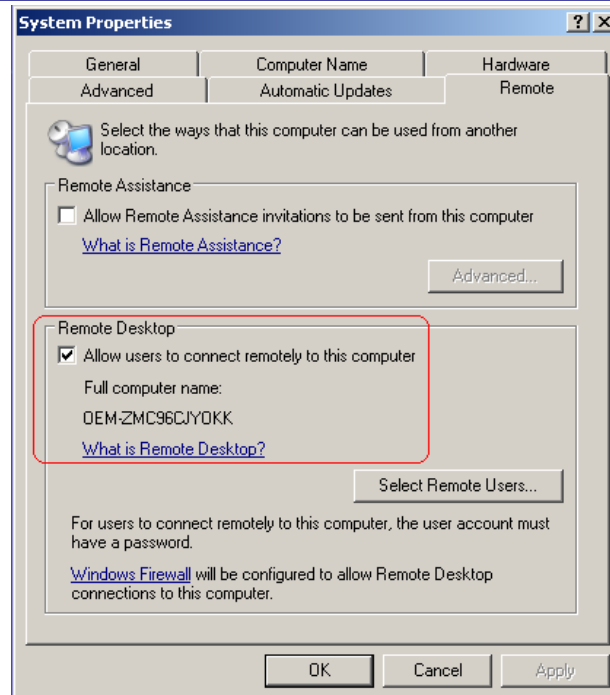
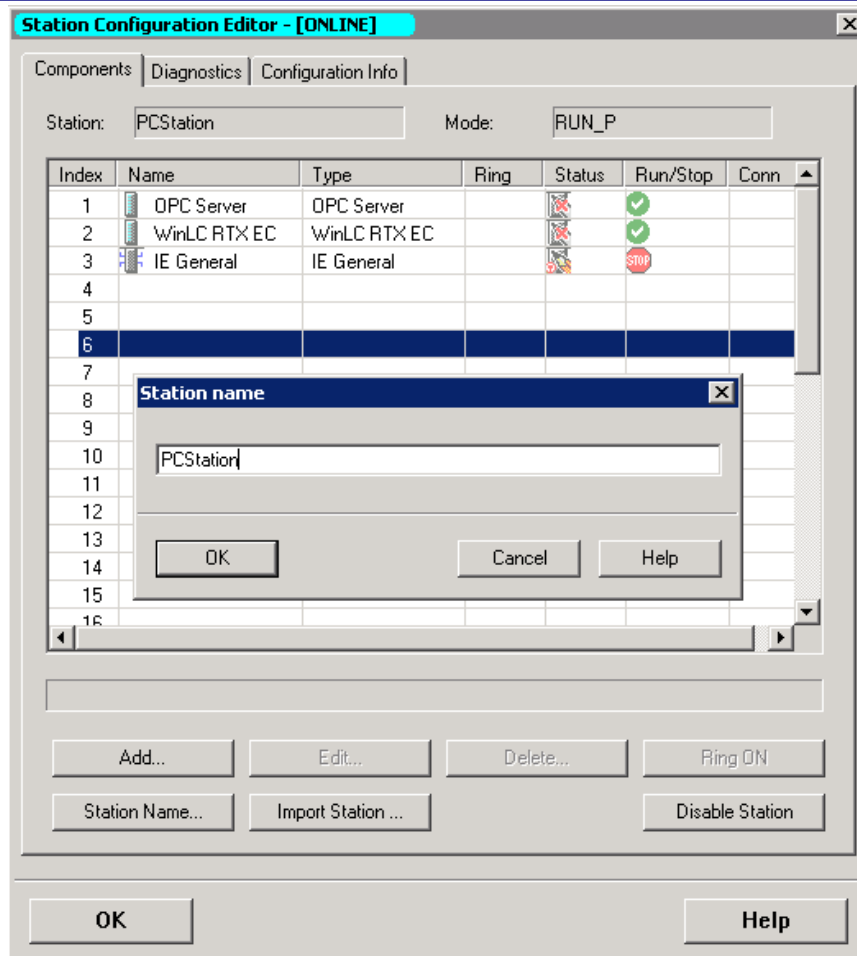

图19 EC31-RTX默认设置为允许用户远程连接到此计算机
图22 查看或更改组态PC站名称
在图19所示界面中点击“Station Name...”按钮，可查看并更改组态的PC站名称，默认设置为“PCStation”，如图22所示：
2. 在新建的项目中插入一个PC站，更改站名称与图22中所示一致，默认为“PCStation”。